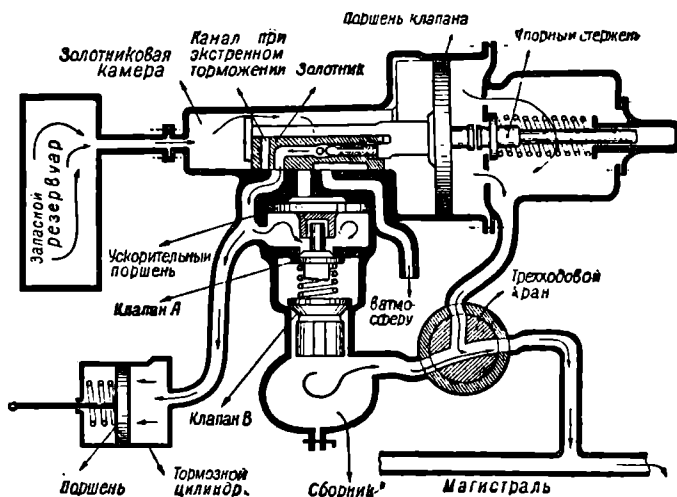

Рис. 118. Схема тройного клапана тормоза Вестингауза (служебное торможение).
**Скородействующий клапан** (рис. 118) выполняет описанную выше работу, т. е. при первых трех положениях крана машиниста сообщает